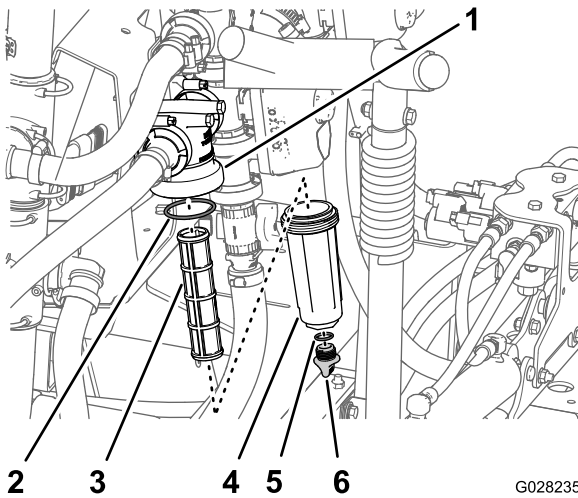

図 99
2. 圧力フィルタの下に受け容器をおく 図 99。
3. 圧力フィッティングのドレンプラグを左に回して外す 図 99。
4. ボウルを左に回してフィルタヘッドから外す 図 99。
5. 古い圧力フィルタELEMENTを外す 図 99。
6. ドレンプラグのOリングボウルの内側とボウルのOリングフィルタヘッドの内側に傷や破損がないか点検する 図 99。
7. 新しい圧力フィルタELEMENTをフィルタヘッドに取り付ける 図 99。
8. フィルタヘッドにボウルを取り付けて手締めする 図 99。
9. ボウルにプラグを取り付けて手締めする 図 99。